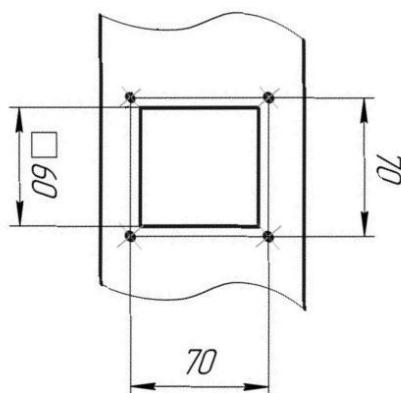

Рис. 6. Разъем крепления патрубка пылеотсасывающего аппарата.
- 10.5 Для подключения пылеотсасывающего агрегата на станке имеется разъем крепления патрубка (см. рис.6), разъемы расположены на задних стенках кожухов;